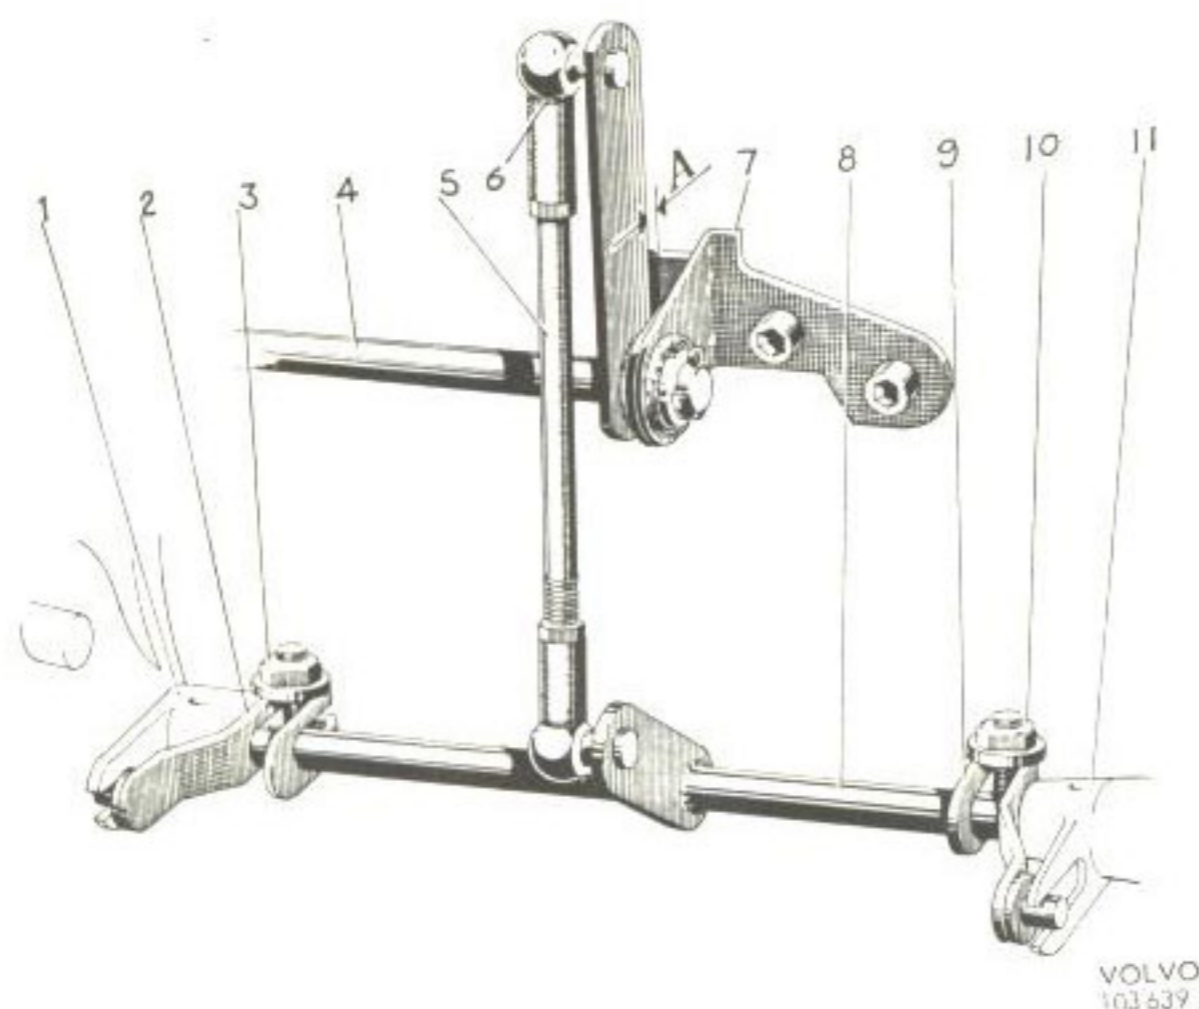

Bild 118. Mellanaxel och hävarmar
2. För in mellanaxeln i sitt läge mellan förgasarna, se bild 118. Se till att skärmplåten är felfri och tätningsytorna rena.
1. Anbringa ett bladmått 0,5 mm vid "A" bild 118 mellan hävarmen och dess anslag. Skruva ut snabbtomgångs- och tomgångsskruvarna så att spjällen stänges helt.
2. Lossa muttrarna (3 och 10, bild 118) och tryck ytterändan av hävarmarna (2, 9) på mellanaxeln försiktigt nedåt så att medbringarpinnarna nått och jämnt får kontakt med undre tanden på spjällaxlarnas hävarmar (1, 11).